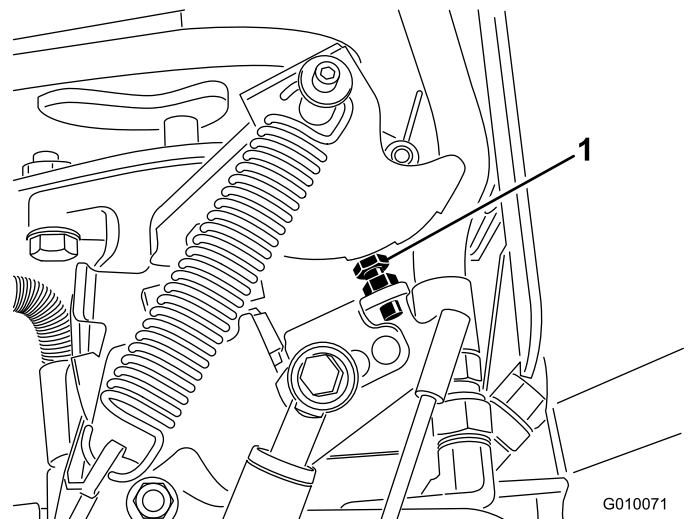

Bild 66
5. Wenn die Einstellung verstellt werden muss, drehen Sie die Pumpenanschlagschraube (Bild 66) mehr zur Anschlagplatte, um den Lochabstand zu verringern, oder drehen Sie die Anschlagschraube von der Anschlagplatte weg, um den Lochabstand zu erhöhen.